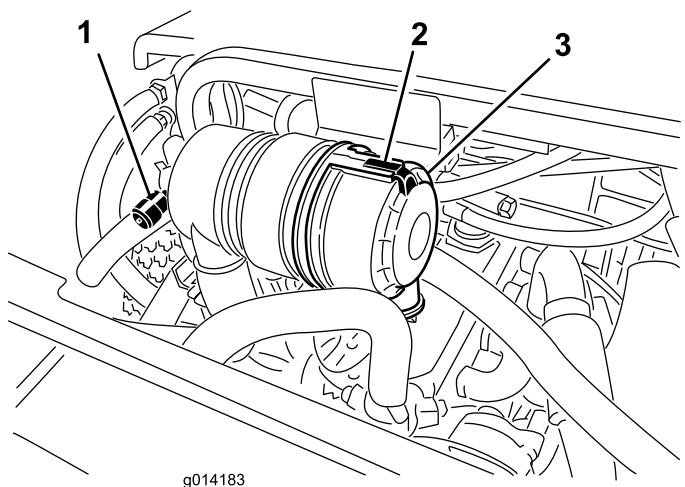

Рисунок 31
Фильтр воздухоочистителя следует обслуживать только при соответствующих показаниях индикатора необходимости технического обслуживания (Рисунок 31). Более частая замена воздушного фильтра (без необходимости) ведет лишь к повышению вероятности попадания грязи в двигатель при снятии фильтра.
1. Откройте защелку, фиксирующую крышку воздухоочистителя на его корпусе (Рисунок 31).